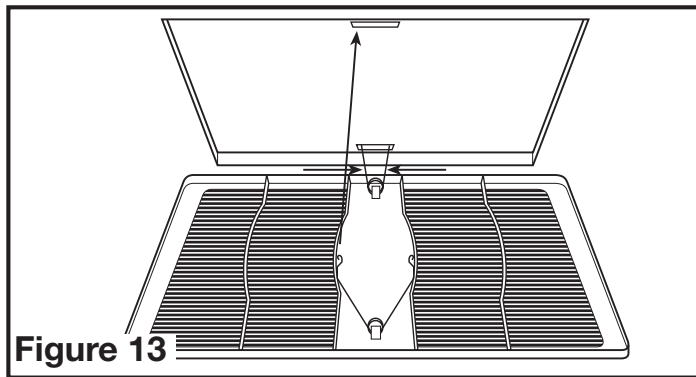

Figure 13
- 5a. **MODÈLES STANDARDS ET AVEC DÉTECTION D'HUMIDITÉ:** Installez la grille en pressant ensemble les deux extrémités des ressorts et en les installant dans les fentes du châssis du ventilateur. Poussez la grille en position (**Figure 13**).